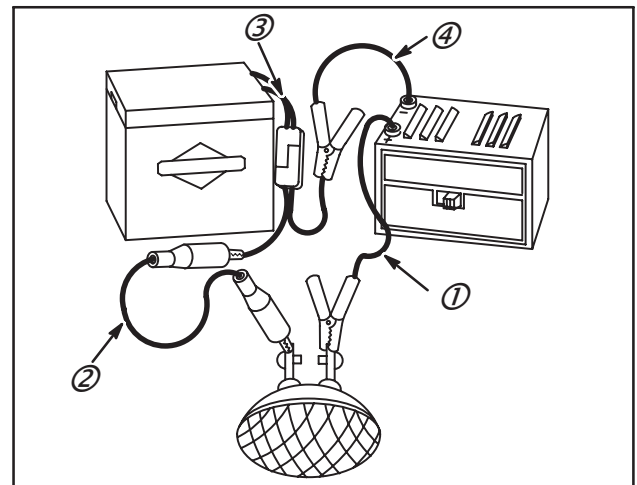

Fig. 11
1. Brancher le fil Positif du chargeur (1) à un phare scellé comme illustré en Fig. 11.
2. Connecter les pinces crocodiles de l'autre borne du phare au plus batterie (2).